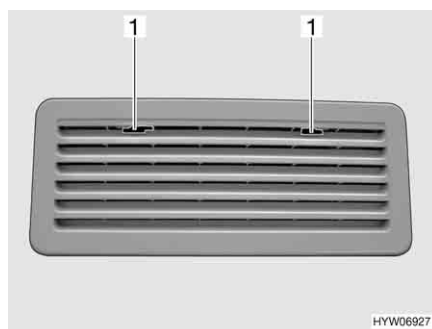

Fig. 64 Griglia di aerazione del frigorifero
- Spingere verso il centro l'arresto (Fig. 64,1).